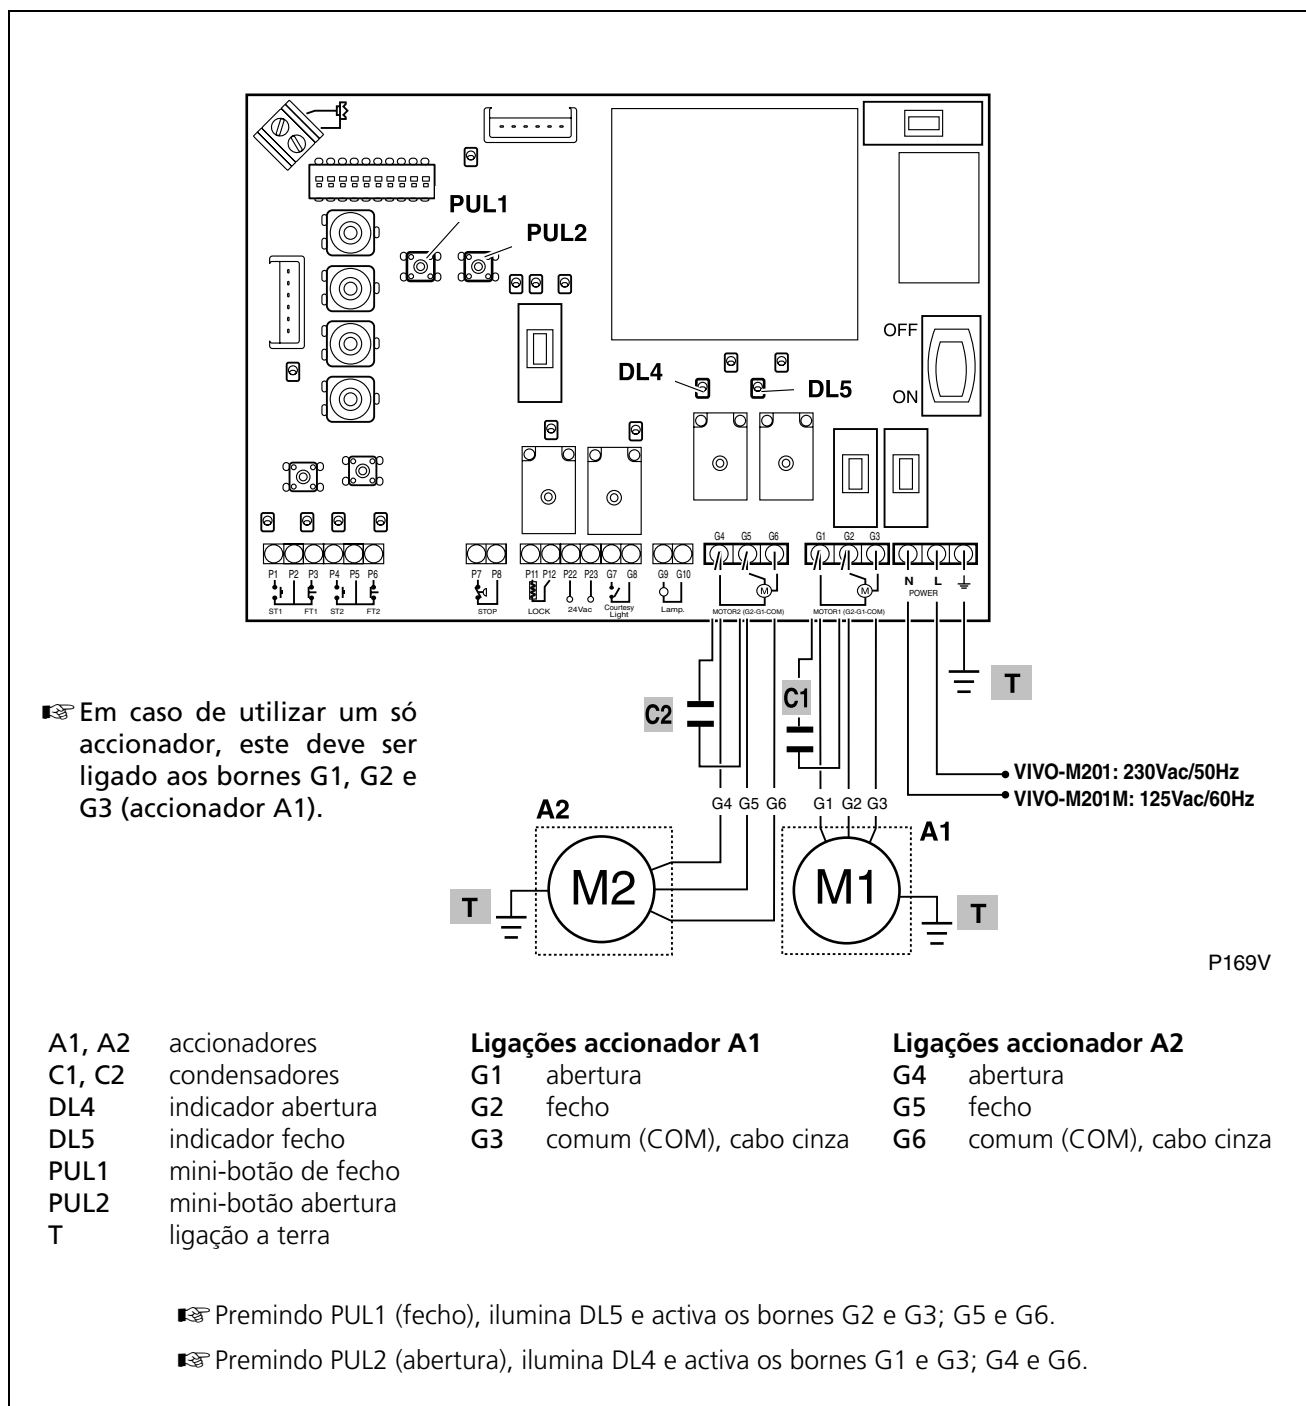

Fig. 3 Ligação da alimentação e dos accionadores
- ✎ Se o sentido de rotação de algum dos accionadores não está correcto, trocar as posições dos cabos de ligação (G1 e G2) do respectivo accionador no conector correspondente (para mais informação, veja "Fig. 3 Ligação da alimentação e dos accionadores" na página 81).